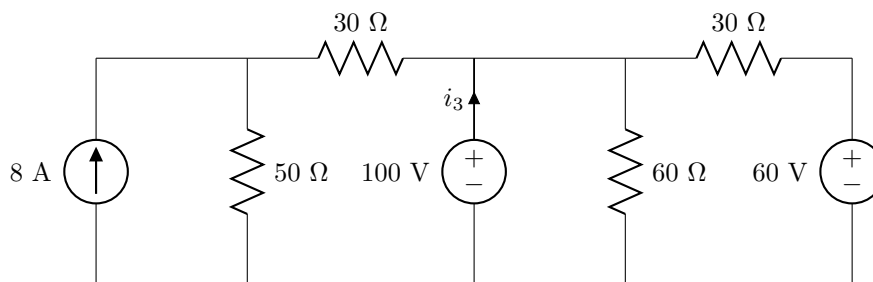

Figura 3.8: Circuito del problema 10.
10. Aplica superposición al circuito de la figura 3.8 para encontrar  $i_3$ .